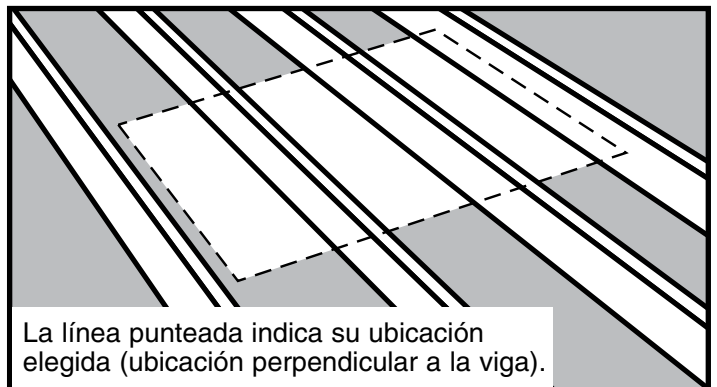

Figura 8
(B) Si la ubicación elegida es perpendicular a las vigas, marque el ancho de la apertura preliminar en la parte superior de las vigas (Vea la Figura 8).